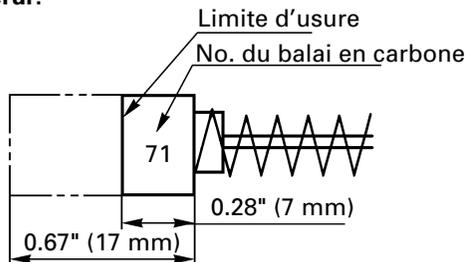

Fig. 17
4. Contrôle des balais en carbone (Fig. 17)
REMARQUE: Utiliser le balai en carbone HITACHI No. 71 indiqué sur la Fig. 17.